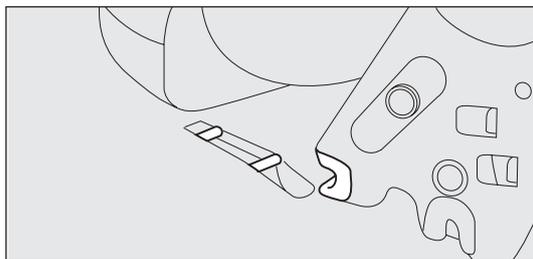

fig. 26e
- introduzca los ganchos en el piso fig. 26e;